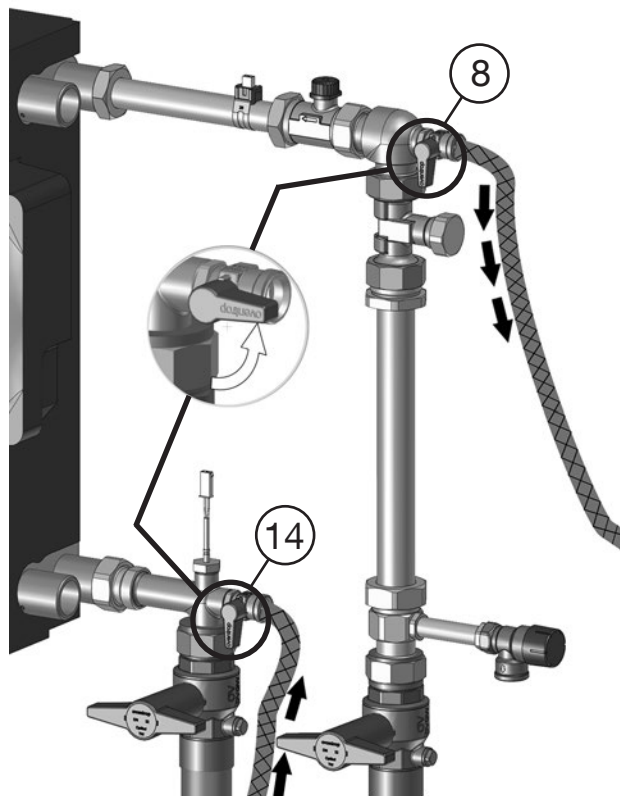

fig. 5.3: Comience el proceso de lavado con agente antical
5. Abra lentamente las válvulas de bola (8 y 14) para comenzar el proceso de lavado con un agente antical (fig. 5.3 en la página 32).
9. Cierre la válvula superior de llenado y vaciado (8) (ver fig. 5.3 en la página 32).